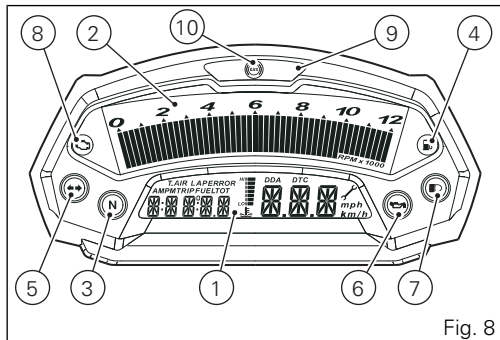

Fig. 8
7) HIGH BEAM LIGHT  (BLUE)(Fig. 8).
8) "ENGINE/VEHICLE DIAGNOSIS - EOBD"  LIGHT (AMBER YELLOW)(Fig. 8).
9) "OVER REV" LIMITER LIGHT/ "DTC" TRACTION CONTROL LIGHT (RED)(Fig. 8):
10) ABS LIGHTS (AMBER YELLOW)(Fig. 8).